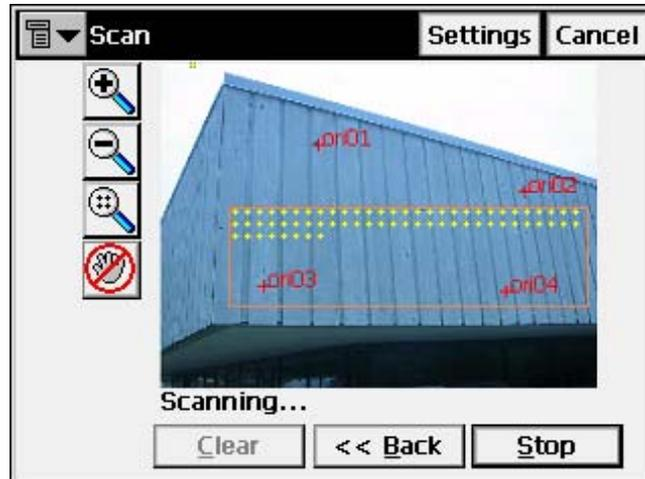

Рисунок 6-52. Процесс сканирования с использованием фотографии
- Вы можете следить за процессом сканирования. По мере того, как тахеометр будет измерять точки в заранее заданной области, каждая из них будет выводиться на экран с изображением (рис. 6-52). Для остановки сканирования нажмите **Stop (Остановить)**, если возникнет такая необходимость.